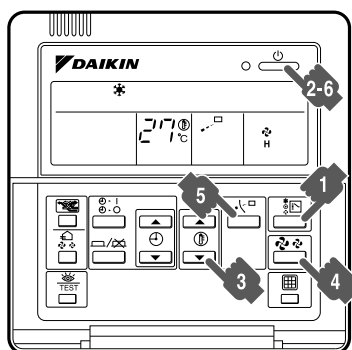

Figura 2
- El panel de indicadores de la figura 2 muestra todas las indicaciones posibles, situación que no se produce en las condiciones reales de funcionamiento.